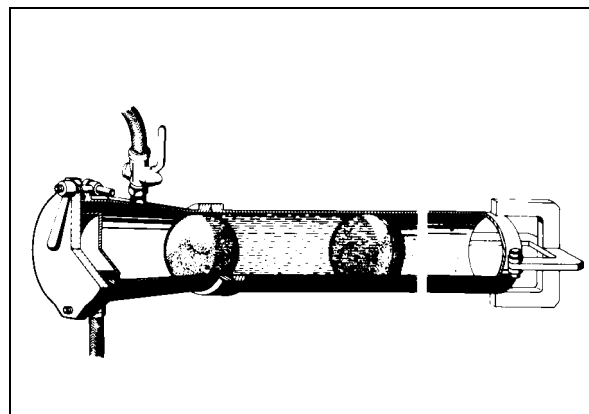

Fig. 2
- Para este fin se mete a presión la bola blanda de goma esponjosa aproximadamente 1 metro en el tubo de transporte (Fig. 2).